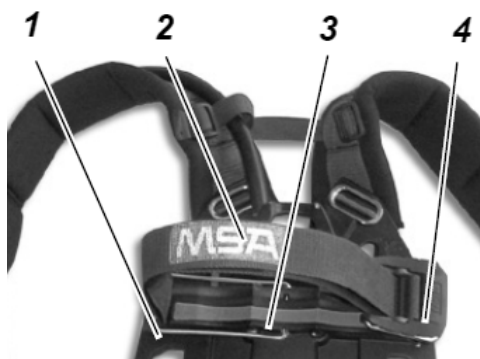
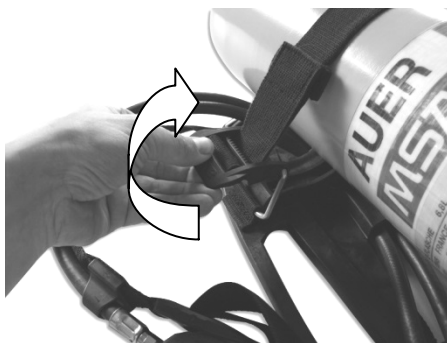
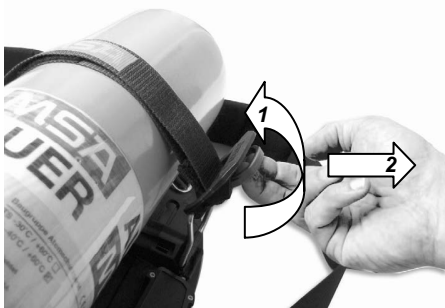

Fig. 10 Appareil respiratoire à air comprimé – détails
Fig. 11 Ouverture du système de serrage
Fig. 12 Ajustement de la longueur de la sangle avec le système de serrage
- (1) Placez l'appareil respiratoire à air comprimé horizontalement de sorte que sa partie arrière soit située vers le haut (→ Fig. 10).
- (2) Placez le séparateur de bouteilles (1) en position horizontale contraire au système de serrage (4) jusqu'à ce qu'il se bloque.
- (3) Vérifiez le bon état du joint sur la prise de haute pression du détendeur de pression.
- (4) Ouvrez le système de serrage de la sangle de bouteille de manière à éliminer toute tension : étirez la sangle sur sa longueur totale en tirant la petite barre du système de serrage (→ Fig. 11).
- (9) Vérifiez la position de la bouteille d'air comprimé et resserrez si nécessaire.
- (10) Abaissez complètement le système de serrage avec précaution au milieu jusqu'à ce qu'il se bloque.
- (11) Si la force de pression/tension est trop élevée pendant le placement du système de serrage, ajustez la longueur de la sangle au niveau du système de serrage. Si la tension de la sangle est insuffisante, ajustez la longueur de la sangle avec le système de serrage (→ Fig. 12).
- (1) Si nécessaire, vissez l'adaptateur de bouteille *alphaCLICK 2* avec un couple spécifique de 20-30 Nm dans le robinet de la bouteille.
- (2) Placez l'appareil respiratoire à air comprimé horizontalement de sorte que sa partie arrière soit située vers le haut (→ Fig. 10).
- (3) Placez le séparateur de bouteilles (1) en position horizontale contraire au système de serrage (4) jusqu'à ce qu'il se bloque.
- (5) Enfoncez la bouteille d'air comprimé dans la sangle de bouteille (2) avec le robinet de la bouteille placé vers le détendeur de pression, de sorte qu'elle repose sur le support central (3).
- (6) Alignez la bouteille d'air comprimé avec l'*alphaCLICK 2* dans l'axe du raccord et introduisez-la dans le raccord *alphaCLICK 2*.
- (9) Vérifiez la position de la bouteille d'air comprimé et ajustez-la si nécessaire.
- (10) Abaissez complètement le système de serrage (4) avec précaution au milieu jusqu'à ce qu'il se bloque.
- (12) Fixez l'extrémité de la sangle de maintien de la bouteille sur une bande Velcro.
- (13) Ouvrez brièvement le robinet de la bouteille et vérifiez l'absence de fuite d'air, resserrez si nécessaire.
- (2) Enfoncez le séparateur de bouteilles (1) en position verticale jusqu'à ce qu'il se bloque.
- (3) Si aucune pièce en T n'est connectée au détendeur de pression, vérifiez les joints du détendeur de pression et sur la pièce en T puis vissez la pièce en T.
- (4) Ouvrez le système de serrage de la sangle de bouteille en éliminant toute tension, tirez sur le séparateur et étirez la sangle (→ Fig. 12).
- (5) Placez une bouteille d'air comprimé dans la sangle de bouteille avec le robinet de la bouteille placé vers la pièce en T qui repose sur l'un des supports extérieurs.
- (6) Vissez légèrement le robinet de la bouteille sur la pièce en T.
- (7) Enfoncez une seconde bouteille d'air comprimé dans la sangle de bouteille avec le robinet de la bouteille placé vers la pièce en T qui repose sur l'autre support extérieur.
- (8) Vissez légèrement le second robinet de la bouteille sur la pièce en T.
- (12) Serrez le système de serrage jusqu'à ce qu'il se bloque.
- (13) Si la force de pression/tension est trop élevée pendant le placement du système de serrage, ajustez la longueur de la sangle au niveau du système de serrage. Si la tension de la sangle est insuffisante, ajustez la longueur de la sangle avec le système de serrage (→ Fig. 12).
- (14) Fixez l'extrémité de la sangle de maintien de la bouteille sur une bande Velcro.
- (15) Vérifiez que les bouteilles d'air comprimé sont bien en place, resserrez-les au besoin.
- (1) Si nécessaire, vissez l'adaptateur de bouteille *alphaCLICK 2* avec un couple spécifique de 20-30 Nm dans la pièce en T.
- (3) Enfoncez le séparateur de bouteilles (2) en position verticale jusqu'à ce qu'il se bloque.
- (4) Ouvrez le système de serrage de la sangle de bouteille de manière à éliminer toute tension : étirez la sangle sur sa longueur totale en tirant la petite barre du système de serrage (→ Fig. 12).